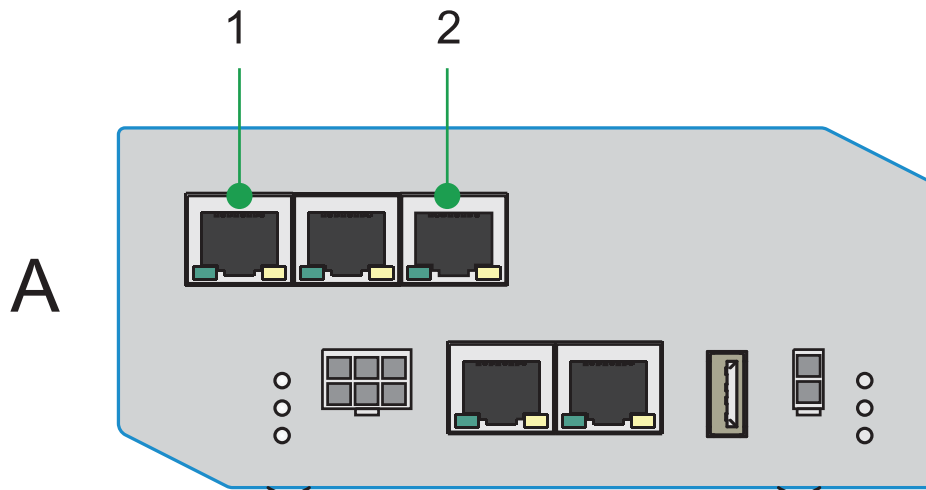

Fig. 23 Conexión del router VPN, caso A
A: Para dispositivos AlsoEnergy (2) y router del cliente (1) en la misma red (ver fig. 23).